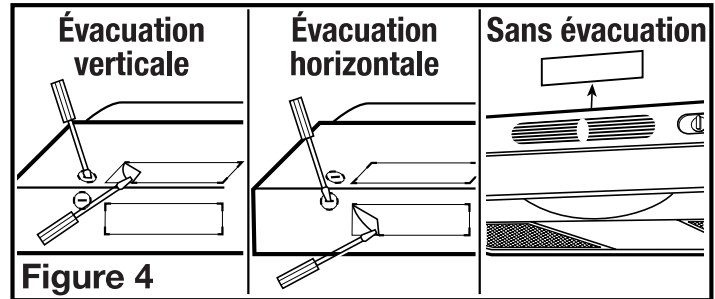

Figure 4
- 2a. Évacuation horizontale ou verticale** - Retirez la pièce rectangulaire défonçable. Pour ce faire, insérez un tournevis dans le pourtour et brisez les attaches qui le retiennent. Enlevez ensuite la pièce avec des pinces (**Figure 4**).
- 2b. Sans évacuation** - Soulevez et retirez le panneau de l'évent situé derrière la grille, exposant ainsi l'entrée d'air frontale. N'utilisez pas de tournevis ni tout autre objet qui pourrait égratigner la hotte (**Figure 4**).
- Déterminez par où les fils entreront dans la hotte et retirez l'entrée électrique défonçable appropriée. Pour ce faire, insérez un tournevis dans la fente et faites un mouvement de va-et-vient jusqu'à ce que la pièce se détache (**Figure 4**).
**REMARQUE : INSTALLATION SANS ÉVACUATION SEULEMENT,** Si ce n'est déjà fait, retirez le panneau de l'évent situé derrière la grille (Figure 4).